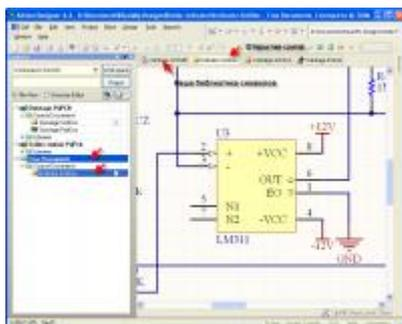

Рис. 97
1. Открываем позаимствованную у кого-нибудь схему, через Главное меню|FileOpen... Схема открывается, как свободный документ (рис.97).